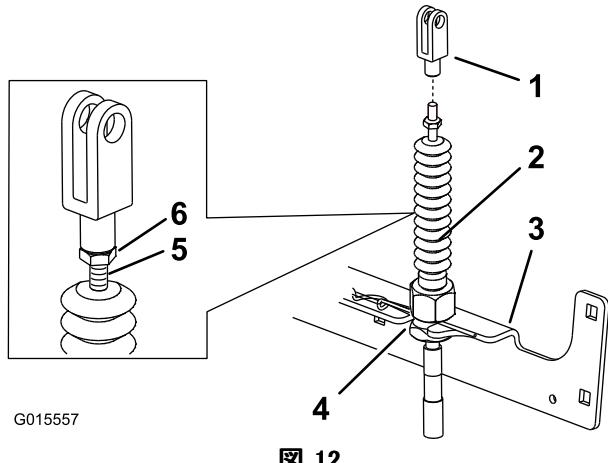

図 12
- ヨークを保持しながら、ジャムナットを締め付けて所定位置にヨークを固定する。反対側にも同じ作業をする (図 12)。
- クロスブラケットのスロットにケーブルを入れる；調整ナットが上位置にくるようセットすること (図 12)。